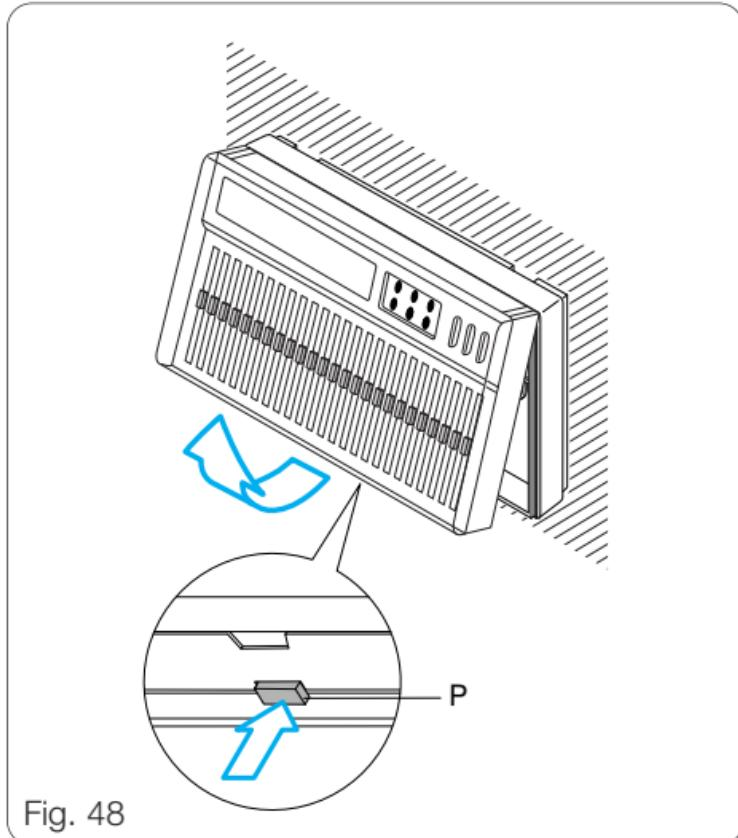

Fig. 48
14.1 - Premere il pulsante P situato sul fondo (fig. 48) ed aprire l'apparecchio.